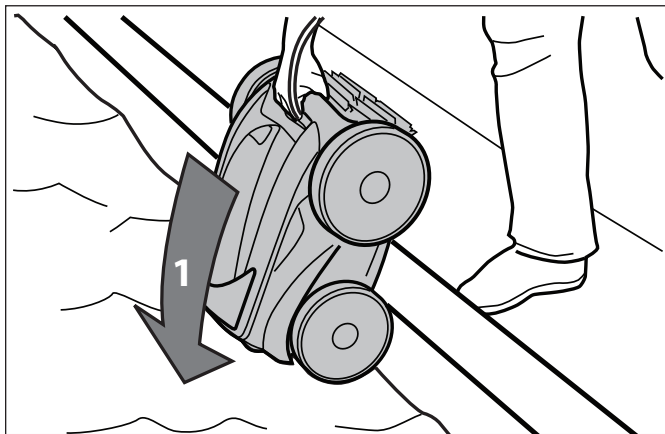

Figure 13. Immerger le nettoyeur verticalement
1. Immerger le nettoyeur dans l'eau de la piscine et dégager tout l'air se trouvant à l'intérieur en plaçant l'appareil à la verticale. Se référer à la Figure 13.